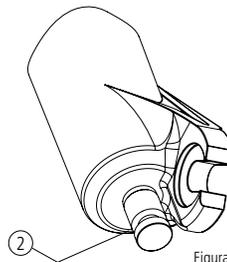

Figura 4
Para regular a velocidade de retorno utilize o botão (2) que esta localizado na parte inferior do monobloco na perna hidráulica (Figura 4). Gire o botão (2) no sentido anti-horário para deixar o retorno mais lento e no sentido horário para deixar mais rápido.